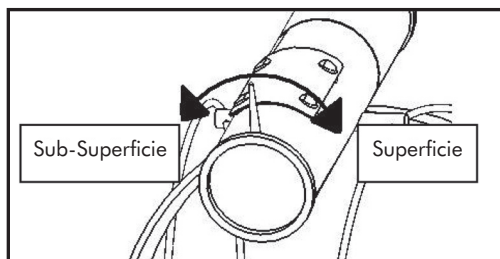

Figura 4. ajuste de la polarización
- 3) Tome suavemente la pieza de ajuste y hágala girar como se demuestra en la Figura 4 Ajuste de la polarización. Al tenerse puesto en la cabeza, la modalidad de superficie (polarización paralela) se verá cuando la pieza de ajuste esté en la posición de las 10 en el reloj. La sub-superficie (polarización cruzada) se verá cuando la pieza de ajuste esté en la posición de las 2 en el reloj.